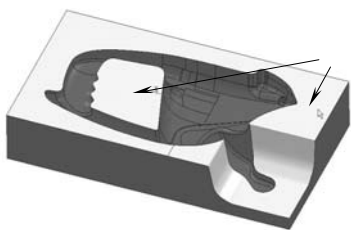

图 7-33 选择曲面
- 1) 创建半精加工边界: 在绘图区中选择图 7-33 箭头所示两张曲面。